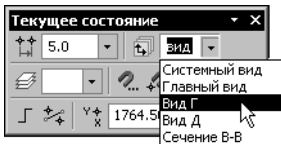

Рис. 43.1. Выбор текущего вида
- ▼ Выберите или введите с клавиатуры номер или название (это зависит от настройки, см. раздел 43.7 на с. 42) нужного вида в поле **Текущий вид** на панели **Текущее состояние** (рис. 43.1), и он станет текущим.
Отображать имена видов	При включенной опции в поле Текущий вид на панели Текущее состояние (см. рис. 43.1 на с. 38) отображается имя вида, при выключенной — номер.